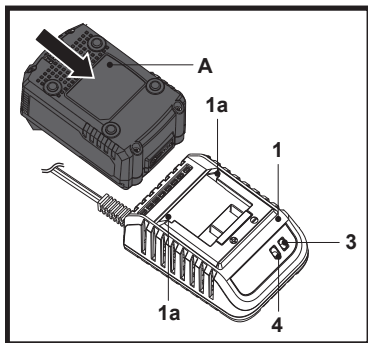
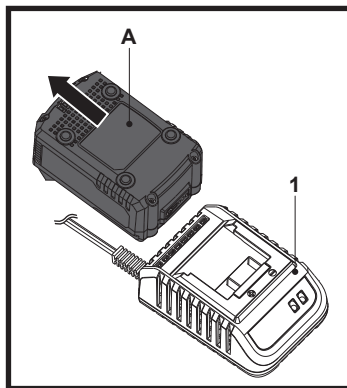

Fig. 1
Fig. 2
1. Alinee y deslice la batería (A) en las ranuras deslizantes (1a) del cargador (1) hasta el tope. Asegúrese de que la batería (A) esté bien encajada en el cargador (1) (Fig. 1).
2. Conecte el enchufe del cargador (1) a la fuente de alimentación.
3. El indicador de carga rojo (4) se encenderá para señalar que la carga está en curso.
4. El indicador de carga rojo (4) se apagará y el indicador de alimentación verde (3) se encenderá una vez finalizada la carga (normalmente tarda entre 1 y 2 horas; consulte la sección "Indicadores de alimentación/carga" para conocer los distintos estados de carga). Cuando la batería esté cargada, desconecte el cargador (1) de la fuente de alimentación.
5. Retire la batería (A) del cargador (1) (Fig. 2).